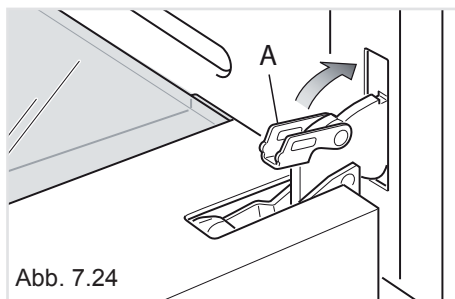

Abb. 7.24
4. Die Ofentür ganz öffnen und den Hebel **"A"** des rechten und linken Scharniers schließen (Abb. 7.24).